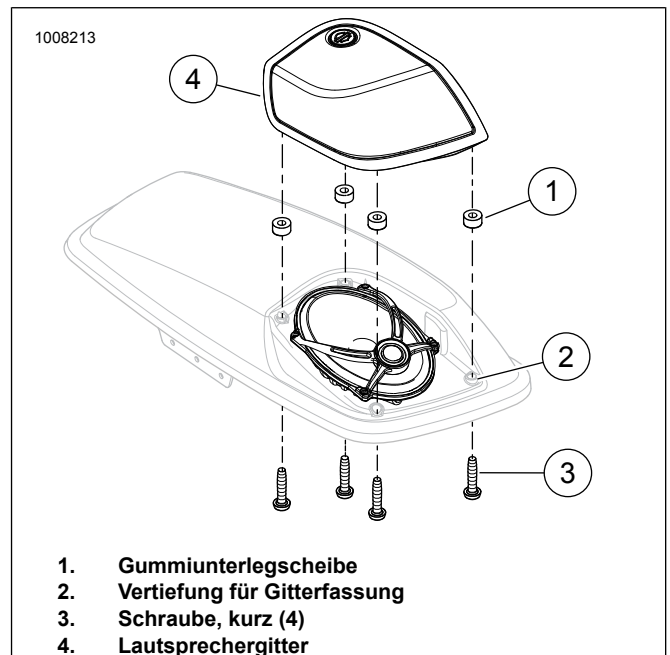

Abbildung 19. Einbau und Ausbau des Gitters
7. Siehe Abbildung 19. Die Lautsprechergitterschrauben (3) entfernen. Die Schrauben zur späteren Verwendung aufheben.
8. Das Lautsprechergitter (4) entfernen. Die Schrauben zur späteren Verwendung aufheben.
9. Auf die Position der Gummiunterlegscheiben (1) für die spätere Wiederverwendung achten.